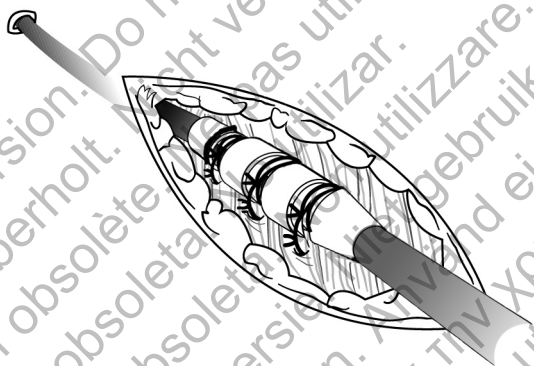

Figure 11. Exemple de manchon de suture, technique d'implantation percutanée
1. Détacher la gaine de l'introducteur et glisser profondément le manchon de suture dans les tissus (Figure 11 en page 31).